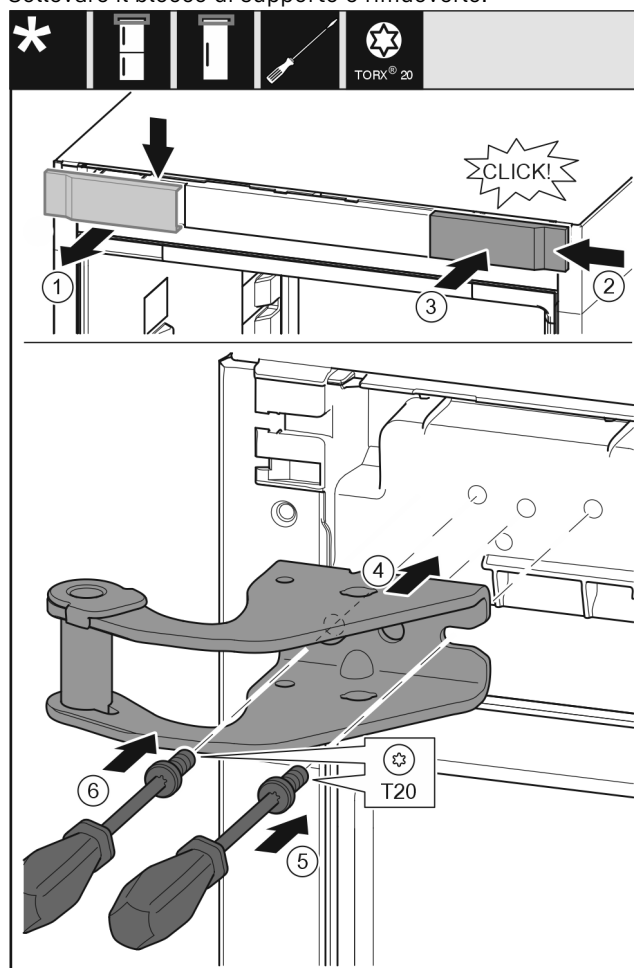

Fig. 9
- ▶ Rimuovere la copertura dall'alto in avanti. Fig. 9 (1)
- ▶ Ruotare la copertura di 180° e agganciarla sull'altro lato da destra. Fig. 9 (2)
- ▶ Innestare la copertura. Fig. 9 (3)
- ▶ Applicare il blocco di supporto superiore. Fig. 9 (4)
- ▶ Applicare la vite con il cacciavite T20 e serrare. Fig. 9 (5)
- ▶ Applicare la vite con il cacciavite T20 e serrare. Fig. 9 (6)